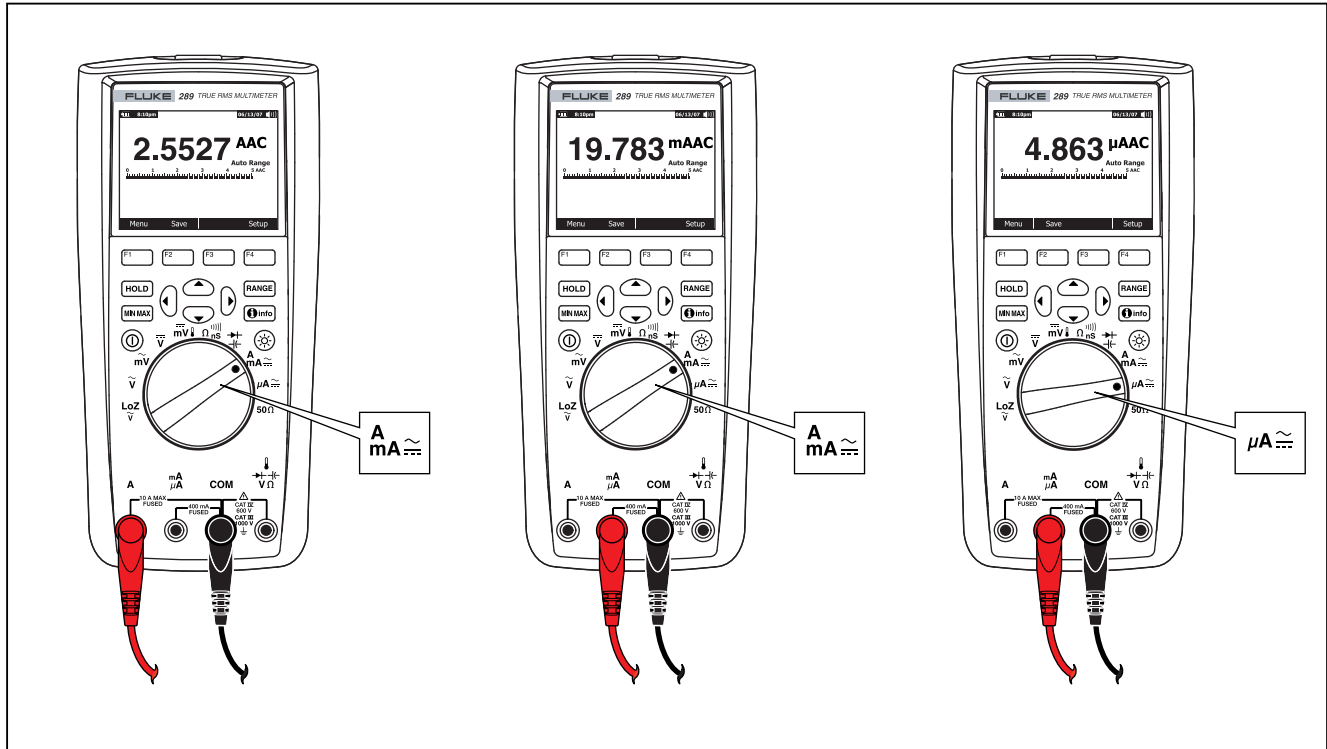

Figura 21. Configuración de la medición de corriente
3. Si está utilizando el terminal A, fije el selector giratorio en $\overset{\sim}{\underset{\sim}{A}}$. Si está utilizando el terminal mA/μA, fije el selector giratorio en $\overset{\sim}{\underset{\sim}{\mu A}}$ para corrientes por debajo de 5000 μA (5 mA), o en $\overset{\sim}{\underset{\sim}{A}}$ para corrientes por arriba de 5000 μA. Consulte la figura 21 para analizar las conexiones de los conductores de prueba y la selección de funciones. Consulte la sección "Función de advertencia de entrada" para obtener información sobre las alertas que utiliza el multímetro cuando no se utilizan los conductores correctamente para mediciones de corriente.